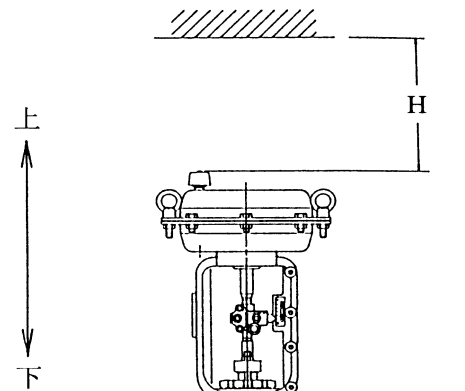
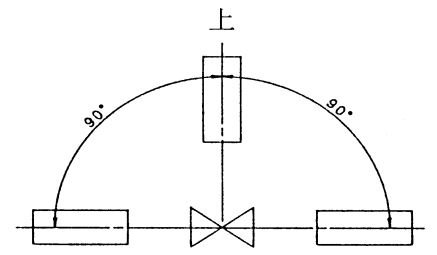

图 3-1.
图 3-2.
- 原则上按图 3-1 所示垂直安装，不得已时允许在图 3-2 所示的范围内安装。但要注意不要将执行机构附件的排气口朝天放置。若控制阀可能受到振动及来自外力的危险时，请使用控制阀的附设支架或配管支架。